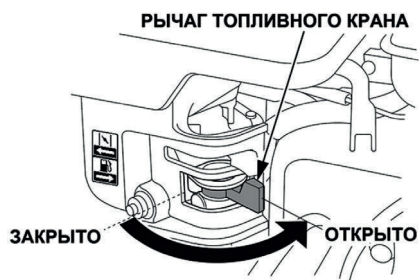

Рисунок 9. Топливный кран карбюратора
2. Откройте топливный кран карбюратора. Для этого рычаг топливного крана (Рис. 9) установите в крайнее правое положение.